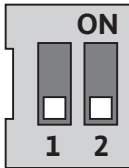

Fig. 31: Interruptor DIP
Os interruptores DIP (fig. 9, pos. 6/fig. 31) encontram-se sob a cobertura da caixa.